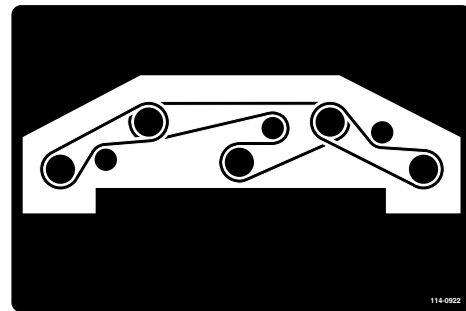

Figura 129
8. Pase la correa nueva alrededor de las poleas de los ejes y del conjunto de la polea tensora (Figura 129).